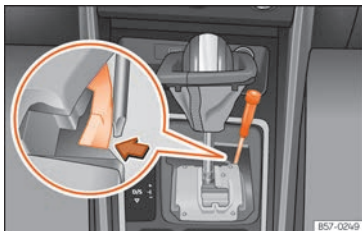

Abb. 217 Wählhebel: Notentriegeln aus der Parkstellung.
- Drücken Sie seitlich mit Hilfe der flachen Seite des Schraubendrehers auf die gelbe Taste und halten Sie sie gedrückt » » **Abb. 217**.